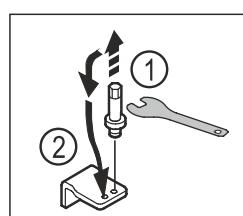

Fig. 13
- Отвийте болта на долната лагерна стойка с външен шесткантов ключ SW5. Fig. 13 (1)
- ▶ Поставете болта от другата страна. Fig. 13 (2)